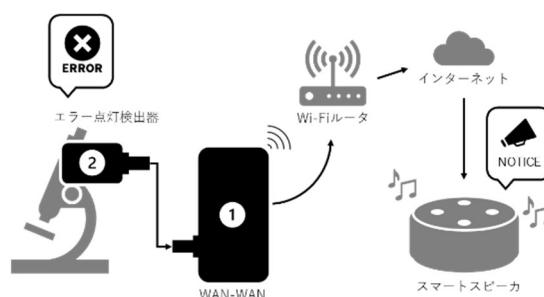

図1. 通知システムの概略図
分析機器がエラー状態になったことを遠隔地にいる担当者に通知することを目的に、図1のような通知システムを構築した。WAN-WAN(図1の①)は外部入力端子を持ったIoT機器で、接点入力短絡すると事前に登録したスマートスピーカーに任意の通知を送ることができる。今回は分析機器がエラー状態になったときにWAN-WANの入力端子を短絡させる検出器(図1の②)を作製した。